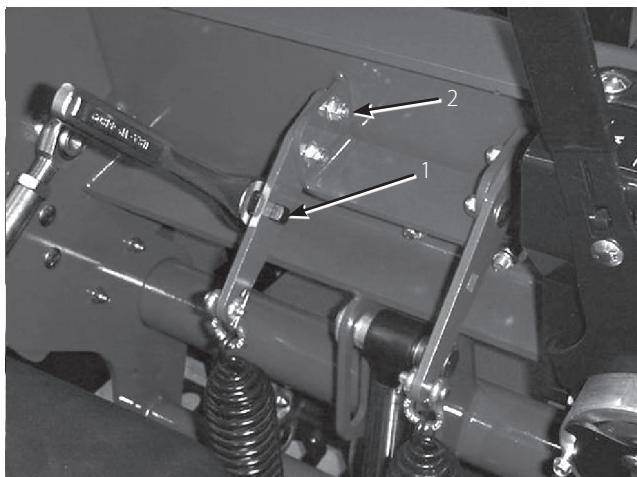

図 38
- スプリング・プレート(図38)の四角い穴に 1/2" のラチエットまたはバールを差し込む。